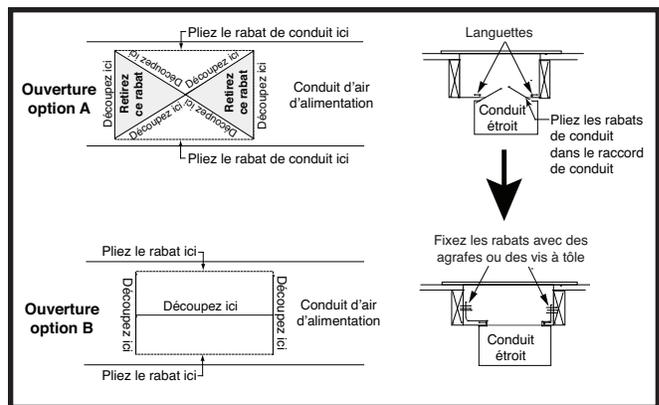

Figure 13. Conduits d'air étroits – Option 1
1. Choisissez l'option A ou l'option B dans la Figure 13 et découpez le dessus du conduit d'air d'alimentation. Retirez les rabats métalliques du conduit (zone ombragée) si vous choisissez l'option A.
5. Ramenez les rabats vers le haut contre le côté du raccord de conduit en les serrant le plus possible. Voyez la Figure 13.